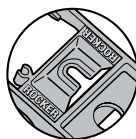

Figure 2
- Lorsque « ROCKER » est visible à travers le couvercle, le dispositif de verrouillage est prêt à recevoir un interrupteur berceau. (Voir Figure 2)